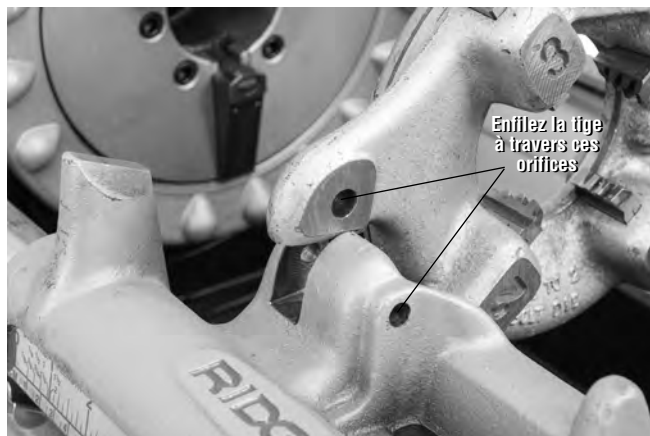

Figure 26 – Fixation de la tête de filière à gauche
3. Enfoncez une tige  $\text{\O} \frac{5}{16}$ " de 2 pouces de long à travers l'orifice du bâti du chariot, puis celui de la tête de filière à gauche (Figure 26).